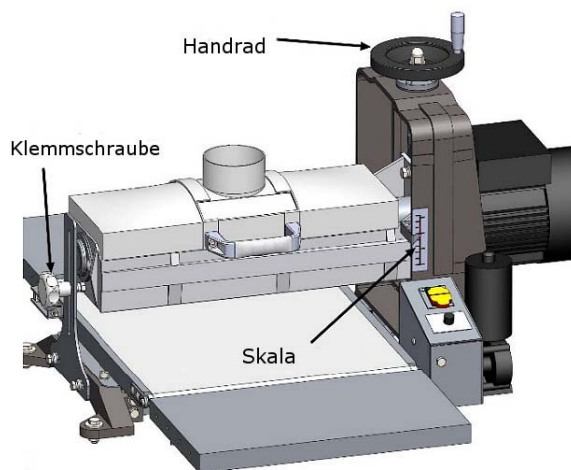

Abb. 19: Höhenverstellung
Schritt 1: Klemmschraube (Abb.19) lösen.
Schritt 3: Sobald die richtige Schnitttiefe für Ihre Bearbeitung eingestellt ist, ziehen Sie die Klemmschraube (Abb.19) wieder fest.